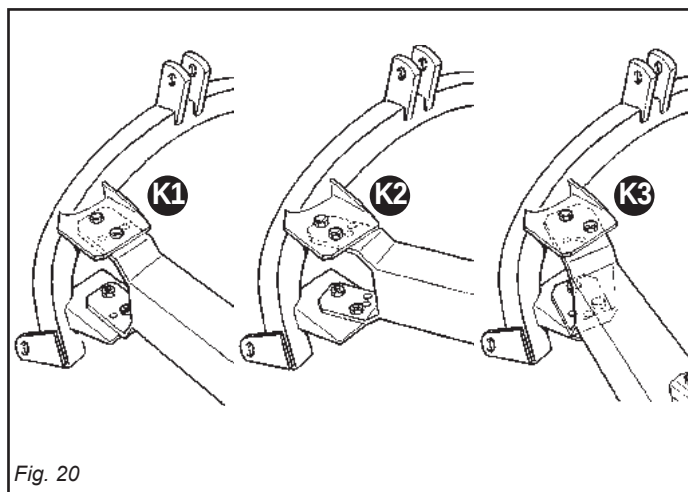

Fig. 20
- обычно используемая установка при покосе (K1, Рис. 20);
- установка на тракторе больших размеров (K2, Рис. 20);
- установка на тракторы небольших размеров или на некоторые гусеничные машины (K3, Рис. 20).